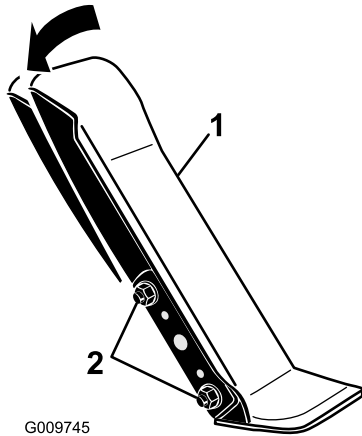

Figura 90
1. Allentare i 2 dadi e bulloni che fissano il lato sinistro del pedale di trazione alla staffa (Figura 90).
2. Inclinate il pedale nell'angolazione desiderata e stringete i dadi (Figura 90).